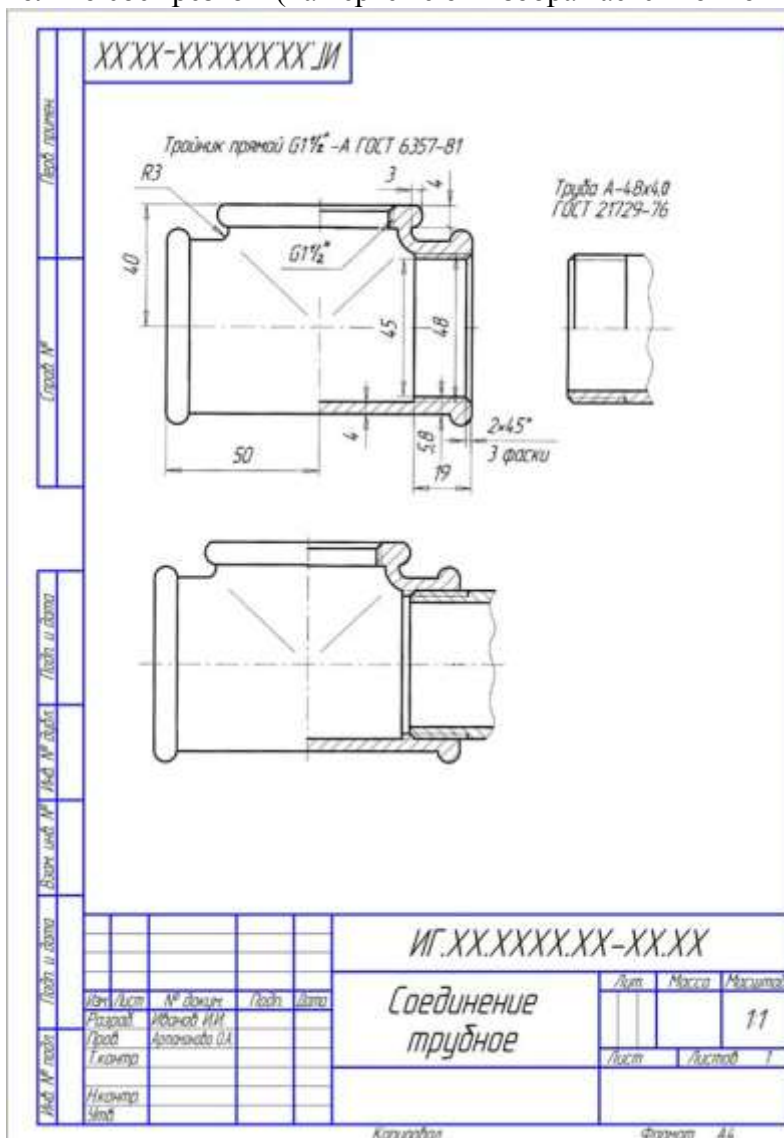

Рис.71 Пример оформления графической работы
4. Начертить трубное соединение и его составные части (рис.71).